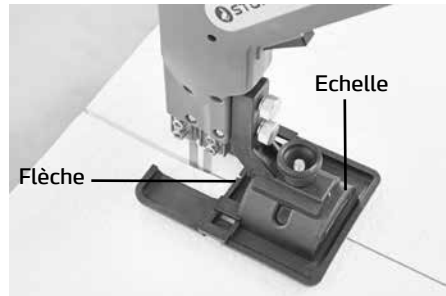

Fig. 1
- dans quel cas il convient de suivre les marquages appliqués sur le panneau (par ex. un trait en crayon) (fig. 1)
Pour ajuster et reproduire l'angle, le guidage de lame est doté d'une graduation avec une flèche (fig. 1).
Fixez le guidage de lame avec l'adaptateur de montage au-dessus de la vis moulée, sur laquelle l'angle peut être ajusté et fixé sur les deux côtés. Fixez ensuite l'ensemble complet avec les deux vis de fixation aux filetages prévus à cet effet du couteau manuel. Montage sans outil (comme indiqué sur la fig. 1).